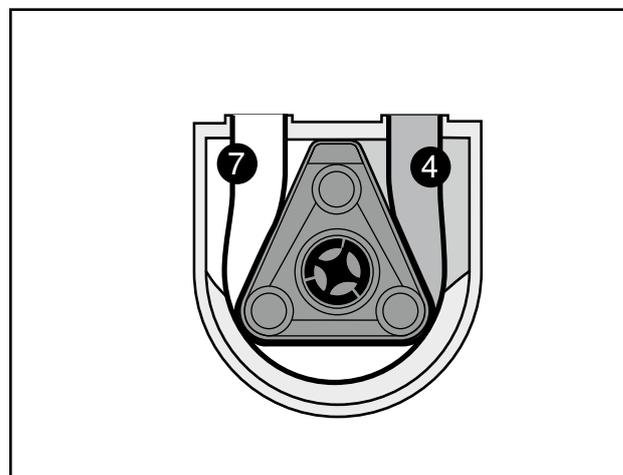

**Fig. 3a** 1 Vacuomètre
Le vacuomètre (fig. 3a) relié à la chambre d'aspiration (pos. 4, fig. 4) n'indique pas seulement la hauteur d'aspiration actuelle de la pompe, mais sert également d'avertisseur en cas de défauts éventuels. Si le vacuomètre n'indique pas de dépression pendant l'utilisation, la pompe doit impérativement être révisée.